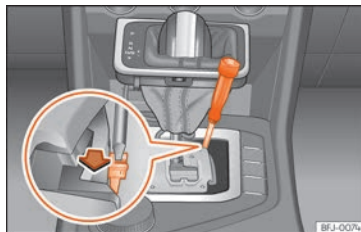

Fig. 169 Alavanca seletora: desbloqueio de emergência a partir da posição de estacionamento.
- Com a ajuda da parte plana de uma chave de fendas, pressione lateralmente a patilha amarela e mantenha-a pressionada » » Fig. 169 .